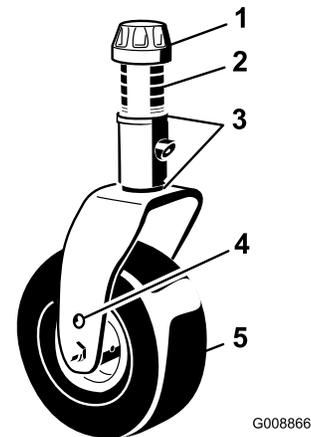

Figura 77
1. Togliete il cappuccio di tensione dall'asse del perno ed estraete il perno dal braccio della ruota orientabile (Figura 77). Riposizionate gli spessori, come opportuno, per sollevare o abbassare la ruota orientabile fino ad ottenere il passo corretto dell'apparato di taglio.